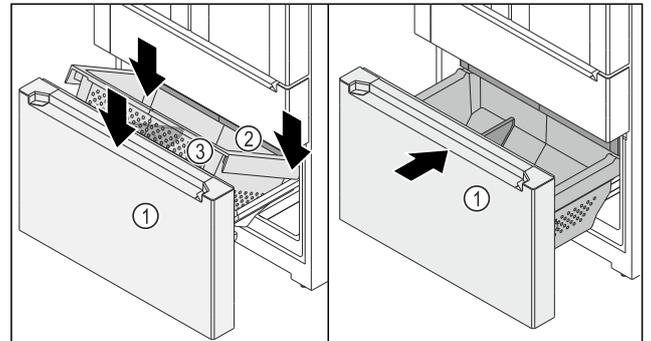

Fig. 145
- Le chariot à glissière Fig. 145 (1) est sorti.
- Le tiroir Fig. 145 (2) est rentré.
- ▶ Positionner le bac Fig. 145 (3) sur l'arrière des rails, à gauche et à droite.
- ▶ Abaisser l'avant du bac Fig. 145 (3) de manière à ce que le bac Fig. 145 (3) entoure les rails à gauche et à droite.
- ▶ Pousser le chariot à glissière Fig. 145 (1).